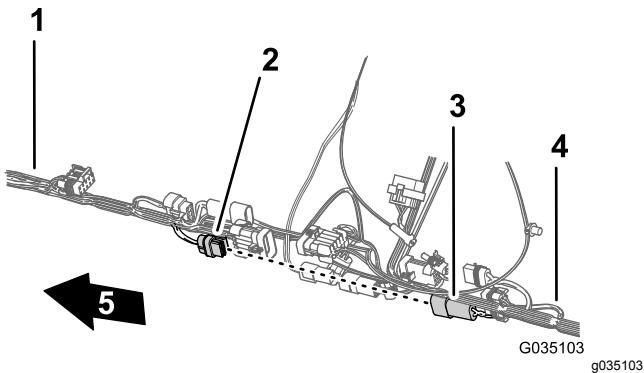

図 89
4. 前方ハーネスのすすぎポンプ用2ピンコネクタを、後方ハーネスのすすぎポンプ用2ソケットコネクタに接続する図 89。